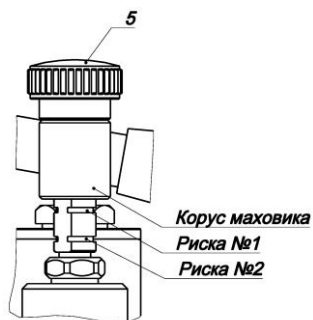

Рисунок 2 – Отсечной клапан
- перевести отсечной клапан (поз. 5) в режим создания давления, путем вращения маховика клапана по часовой стрелки до тех пор, пока не совместиться край корпуса маховика с первой риской №1 (рис. 2).
Перевести отсечной клапан (поз. 5) в режим создания давления, путем вращения маховика клапана по часовой стрелки до тех пор, пока не совместиться край корпуса маховика с первой риской №1 (рис. 2). Предварительное создание давления в системе осуществляется с помощью поступательных движений рукояткой (поз. 6) насосного блока (поз. 2) и вращения рукоятки (поз. 10) маховика клапана создания давления (поз. 11). По часовой стрелке – давление повышается, против часовой стрелки – давление понижается. Точное создание давление осуществляется отсечным клапаном в диапазоне движений корпуса маховика до риски №1. Положение корпуса маховика выше риски №1 соответствует сбросу давления. При
Режим работы системы при давлении **более 70 МПа** обусловлен повышенным износом клапанного блока, **рекомендуется** при давлениях **выше 70 МПа** отсекать насосный блок от повышенного давления путем вращения маховика отсечного клапана (поз. 5) по часовой стрелки до тех пор, пока не совместится край корпуса маховика с риской №2 (рис. 2).